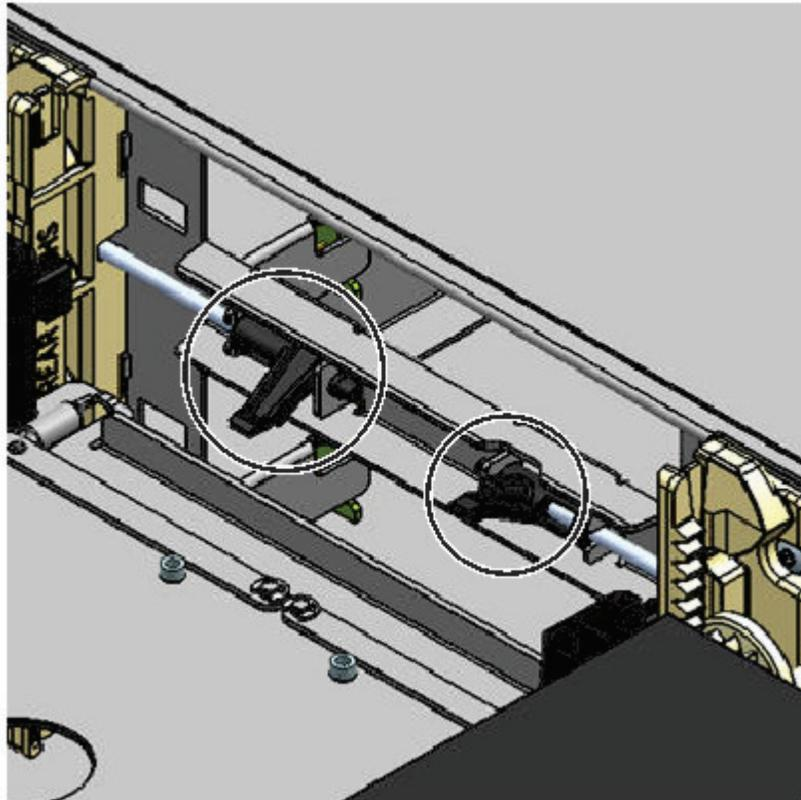

Abbildung 70. Magazinlösehebel
1. Entfernen Sie das linke und rechte Magazin mit den Magazinlösehebeln (in Abb. 70 auf Seite 145 mit einem Kreis versehen). Drücken Sie auf den Hebel und ziehen Sie das Magazin dann heraus.